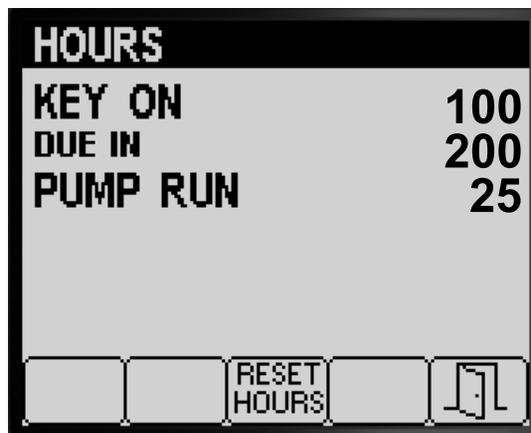

图 81
3. 使用屏幕上显示的计数器信息 图 81 确定以下各项
4. 要重置所有计数器信息的小时数请按 3 号按钮 图 81。
5. 按 5 号按钮可退出 HOURS 时数屏幕然后返回至 SERVICE 维护屏幕 图 81。